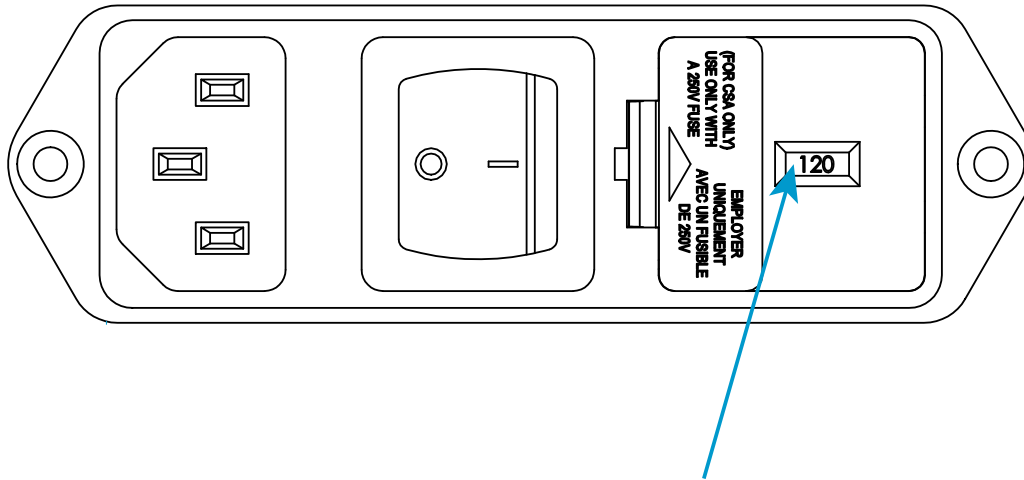

Figura 4. Connettore dell'alimentazione in ingresso con impostazione della tensione
2. Ispezionare il connettore di ingresso dell'alimentazione e consultare Figura 4 a pagina 41. La tensione indicata in Figura 4 è 120 V.
7. Reinstallare il portafusibili nel connettore. Controllare che l'indicatore sia puntato sulla tensione d'ingresso corretta. Vedere la Figura 4 a pagina 41 per riferimento.